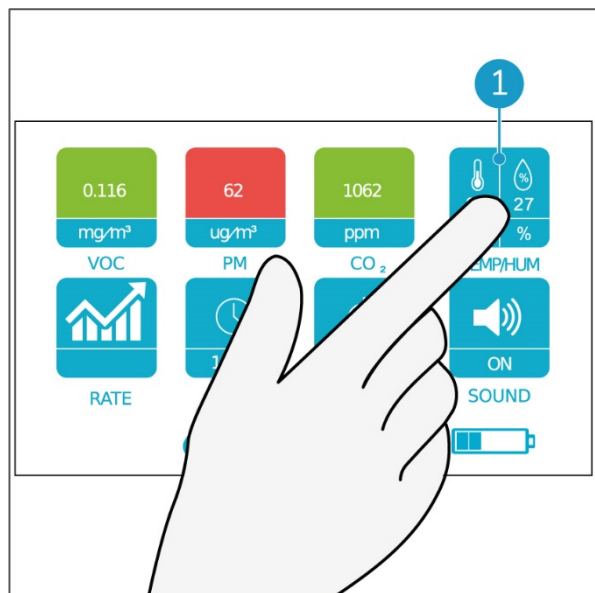

Figura 16
1. Toca con el dedo el botón TEMP/HUM (Figura 16, pos. 1).